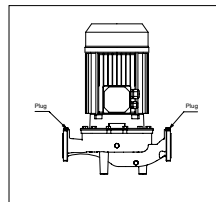

ABB. 4: Erforderliche Stopfen zur Kontrolle der Befüllung der Pumpen
- Entfernen Sie den Stopfen/die sechseckige Kappe oben auf dem Pumpengehäuse (ABB. 4);